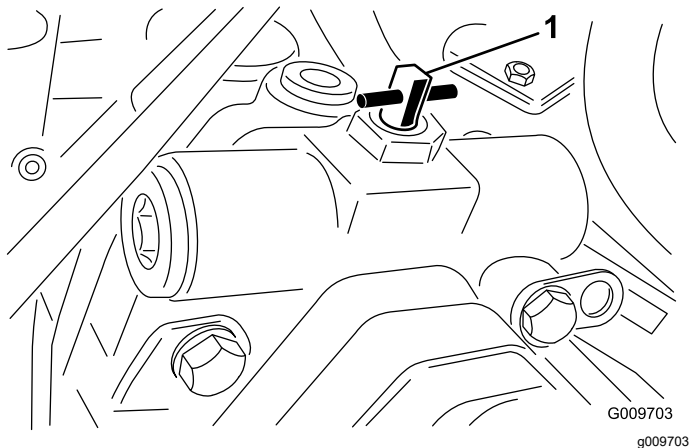

Рисунок 90
7. Откройте буксировочный перепускной клапан насоса тягового привода, повернув его на 90° (1/4 оборота) в любом направлении (Рисунок 90).
2. Откройте буксировочный перепускной клапан насоса тягового привода, повернув его на 90° (1/4 оборота) в любом направлении (Рисунок 90).